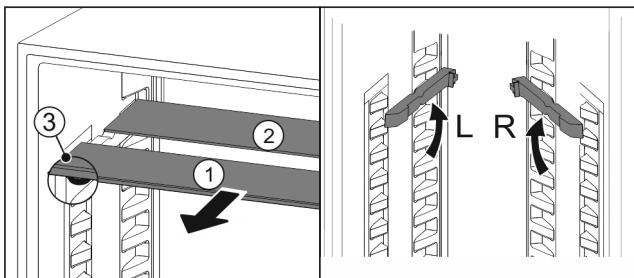

Fig. 28
- По одной извлеките Fig. 28 (1) стеклянные панели движением вперед.
- Стеклянная панель Fig. 28 (1) с декоративной планкой лежит спереди.
- Стопоры Fig. 28 (3) показывают вниз.